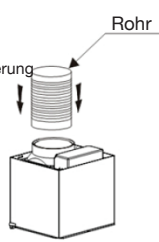

Abb. 12
– Setzen Sie die 2 Kamine auf die Dunstabzugshaube (Abb. 12).
- Setzen Sie den aus 2 Teilen zusammengesetzten Kamin auf die Dunstabzugshaube (Abb. 12).